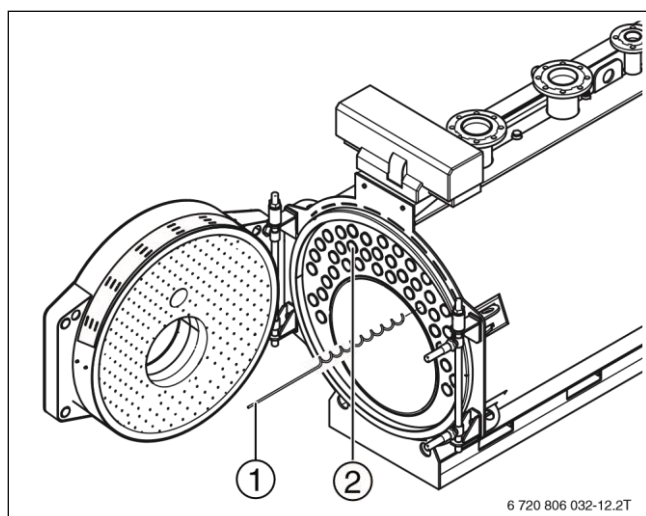

Рисунок 25 Корректировка предварительного натяжения турбулизаторов
► Задвиньте турбулизаторы (→Рисунок 25, [1]) в трубы дополнительных поверхностей нагрева (→Рисунок 25, [2]).